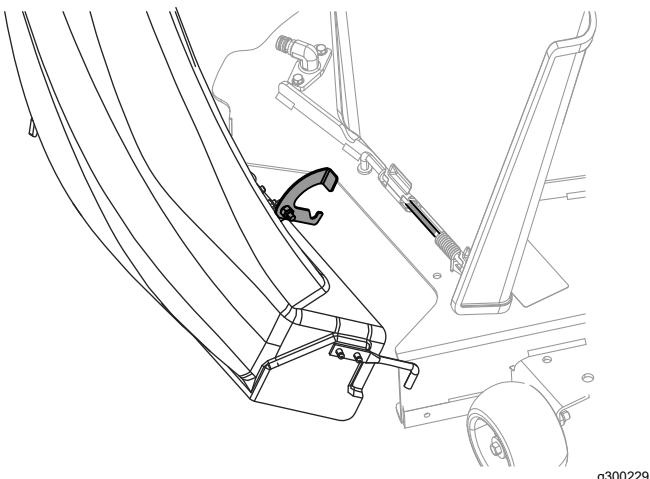

Figura 25
3. Girate indietro il camino di scarico verso il piatto di taglio in modo che sia a paro con quest'ultimo (Figura 25).